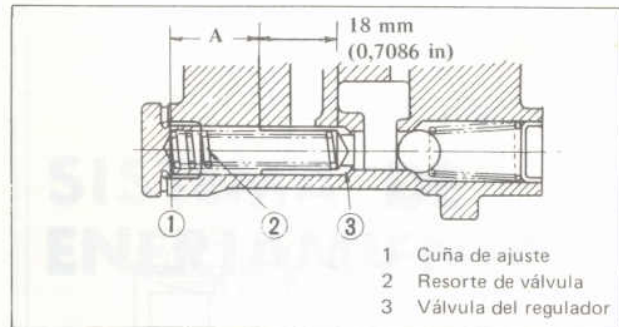

Fig. EL-4 Válvula del regulador
1. Inserte la válvula en el cuerpo y mida la distancia (A) desde el extremo de la válvula a la cara de contacto del resorte dentro del tapón. Ver figura EL-4.